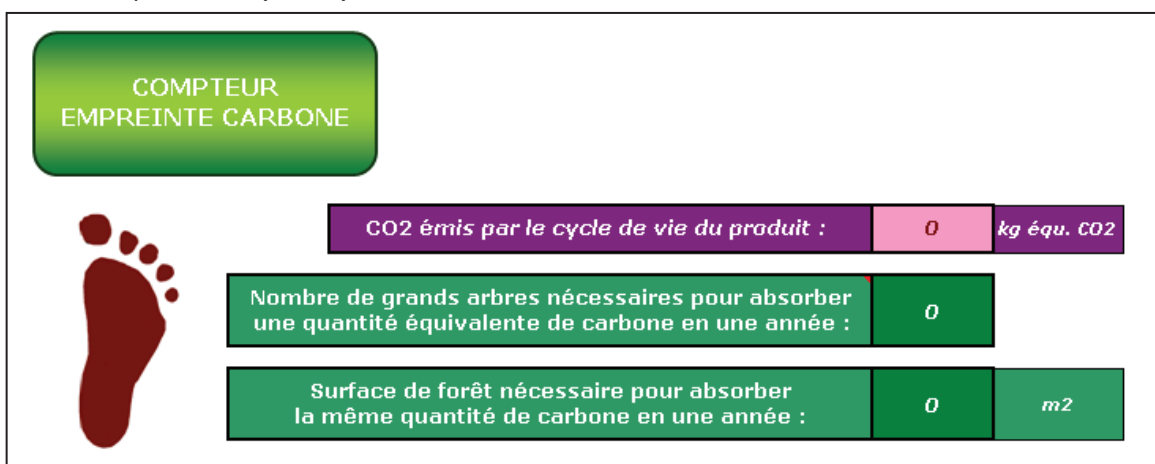

Fig.4
- Un compteur Empreinte Carbone (**Fig.4**) permettant de faire une analogie entre les valeurs calculées et la même quantité de CO₂ que devrait absorber un grand arbre sur une année ou par une superficie de forêt équivalente (en m²).